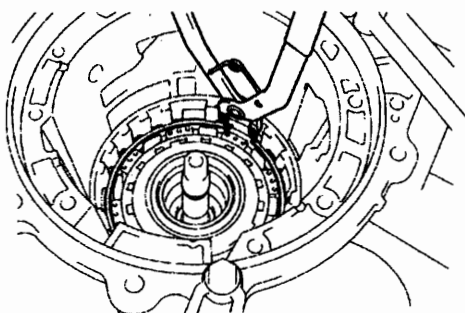

图 12-1-23
(34) 如图 12-1-23 所示, 用 SST 拆下 2 号制动活塞孔卡环。